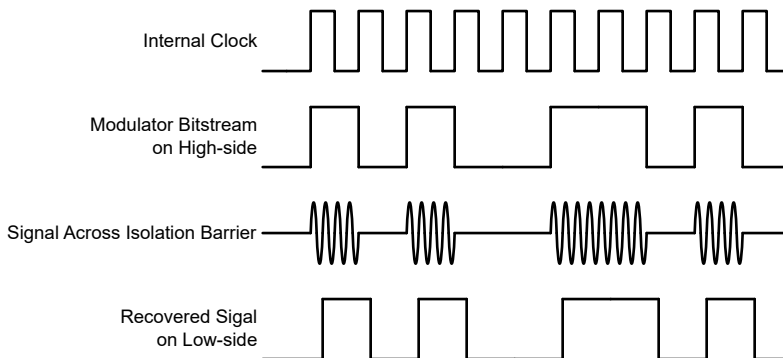

图 7-1. 基于 OOK 的调制方案
如图 7-1 中所示，AMC0x30S 使用开关键控 (OOK) 调制方案跨过基于 SiO_2 的隔离栅传输调制器输出位流。发送驱动器 (TX) 如 功能方框图 中所示。TX 跨过隔离栅发送一个内部生成的高频载波来表示数字一。而 TX 不发送信号则表示数字零。AMC0x30S 内使用的载波标称频率为 480MHz。